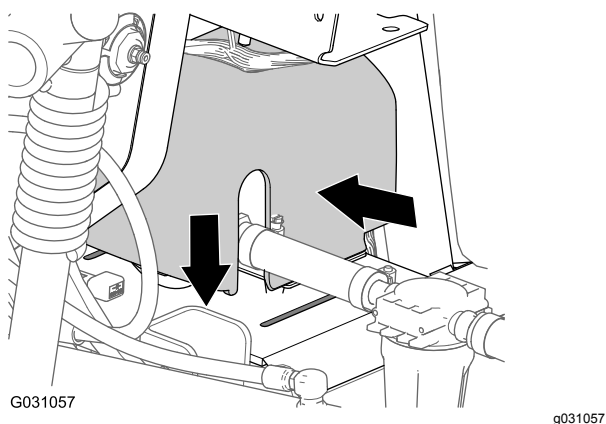

図 148
2. すすぎポンプのカバーを、すすぎポンプ用サドルプレートに合わせる 図 148。
3. すすぎポンプのカバーを両側から同時に押して、カバーについているタブをサドルプレートに合わせる 図 148。
4. スロットにタブを差し込み、カバーを両側から押していた力をゆるめる 図 148。